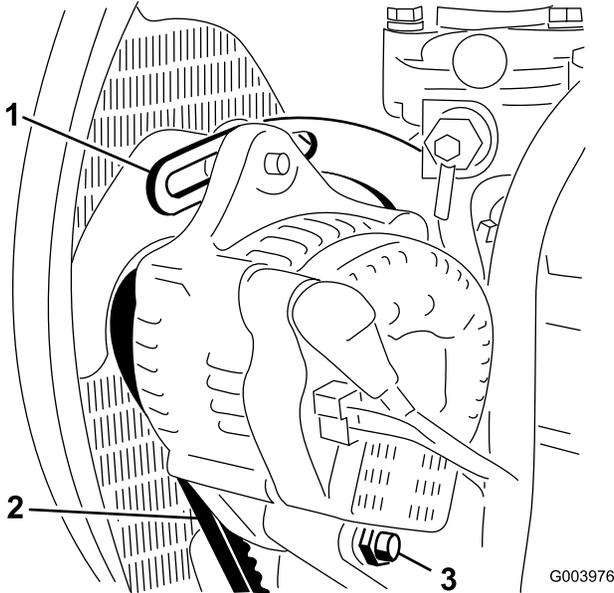

图66
2. 检查交流发电机皮带张紧力的方法：使用 10kg 的力按压交流发电机和曲轴箱皮带轮之间的皮带（图 66）中间位置。
3. 松开将皮带环形支架固定到发动机（图66）的螺栓，以及将交流发电机固定到皮带环形支架上的螺栓和枢轴螺栓。